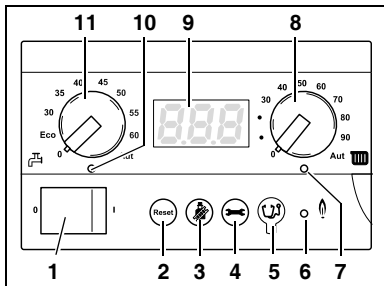

Fig. 7 BC10
Met de service-toets (fig. 7, **pos. 4**) kan o.a. de aanvoertemperatuur, installatiedruk etc. op het display worden opgeroepen. Zie ook paragraaf 6.1.1, pag. 38.
## Service Connector (fig. 7, pos. 5)
De LED „Brander aan“ (fig. 7, **pos. 6**) gaat branden zodra de brander van het cv-toestel in bedrijf is. De LED geeft de bedrijfstoestand van de brander aan.